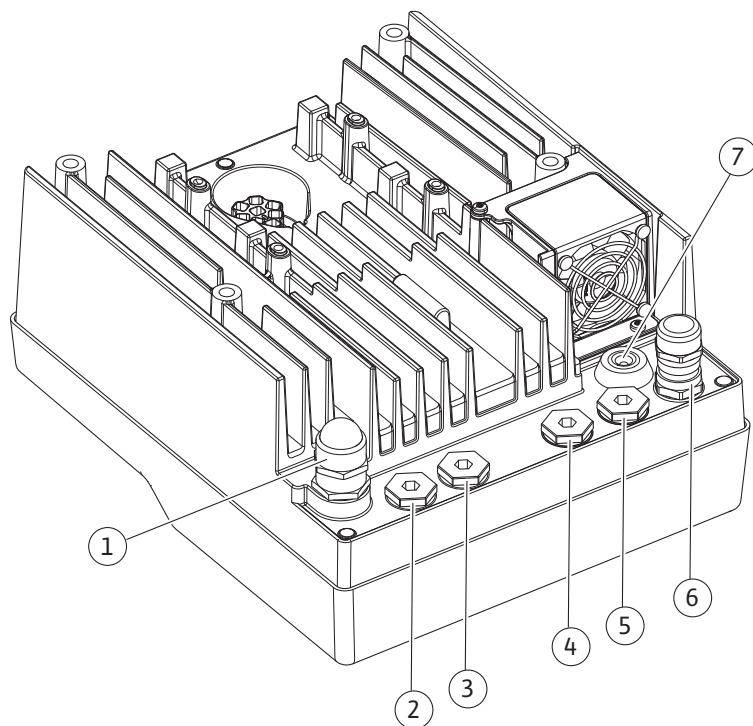

Fig. 10: Kábelcsavarzatok/Kábelcsatlakozások
- CIF-modul az épületautomatizáláshoz (buszkommunikáció): Az árnyékolást az elektronikamodulon lévő kábelátvezetéshez kell csatlakoztatni (Fig. 10).
4. A csatlakozókábel (Fig. 10, 1. poz.) az M25 kábelcsavarzaton kell átvezetni. A kábelcsavarzatot az előírt forgatónyomatékkal húzza meg.